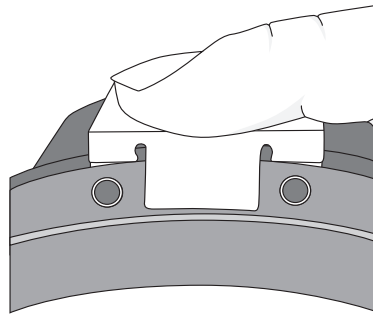

Fig. 5
7. Aligner les trous de vis du verrou avec les trous de vis de la Pièce faciale M-400 (Fig. 5).